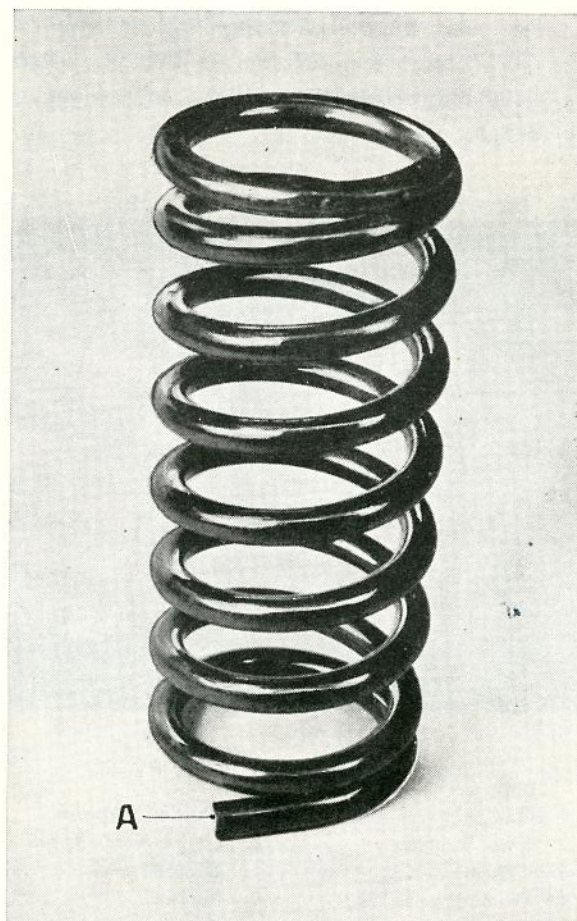

Bild 4. Framfjäder
1. Placera fjädern i fjäderläget på länkarmen. Den raka trådändan (A bild 4) vändes nedåt.